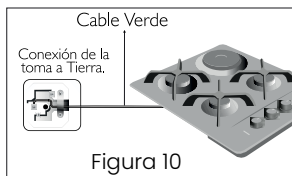

Figura 10
- Si su producto lo posee, tome el cable verde que sale de la parte posterior del producto y conéctelo al toma a tierra de la instalación (Ver figura 10).